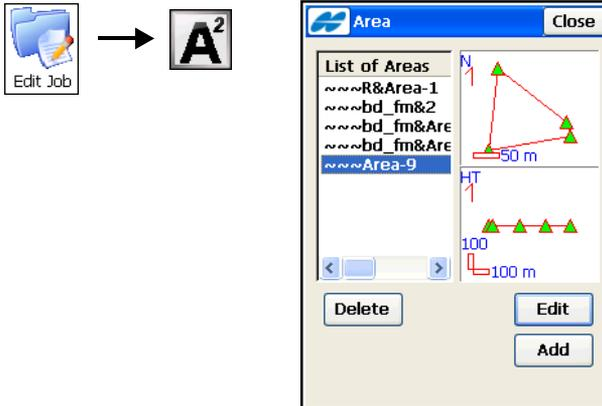

Abbildung 6-29. Fläche auswählen
Flächen sind von geschlossenen Linien begrenzt. Linienknoten (Punkte) mit demselben Code vom Flächentyp bilden eine Flächenbegrenzung. Zum Bearbeiten von Linien tippen Sie auf **Projekt edit. ▶ Fläche**. Das Fenster **Fläche** erscheint (Abbildung 6-29).
2. Zum Löschen einer Fläche aus der Liste tippen Sie auf **Löschen** (Abbildung 6-29).